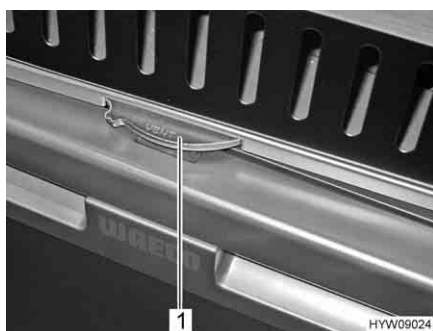

Fig. 57 Bloccaggio della porta del frigorifero
**Chiusura:** ■ Ruotare verso destra il sistema di bloccaggio (Fig. 57,1) fino all'arresto ("Lock"). La posizione "Lock" resta impostata durante il funzionamento.
**Arresto in posizione di ricircolo d'aria:** ■ Ruotare verso sinistra il sistema di bloccaggio (Fig. 57,1) fino all'arresto ("Vent").